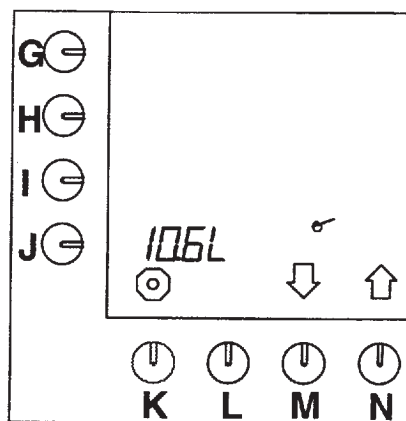

Рис. 20 Общее количество воды
- После введения PIN кода руководителя рис. 20 появляется на дисплее.